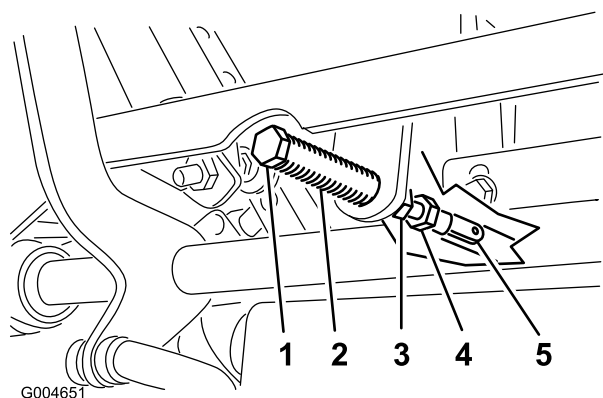

Figura 56
5. Tire hacia atrás de la palanca hasta que el pasador (en el brazo situado encima del eje pivotante) entre en contacto con el extremo de la ranura (empezando justo a tensar el muelle) (Figura 56).
7. Si es necesario un ajuste, afloje la tuerca y la contratuerca contra la horquilla (Figura 56).
8. Aplique una ligera presión hacia atrás en la palanca de control de movimiento, y gire la cabeza del perno de ajuste en el sentido apropiado hasta que la palanca de control esté centrada en posición de bloqueo/punto muerto (Figura 56).
9. Apriete la tuerca y la contratuerca (Figura 56).
10. Apriete las contratuercas de las rótulas (Figura 56).